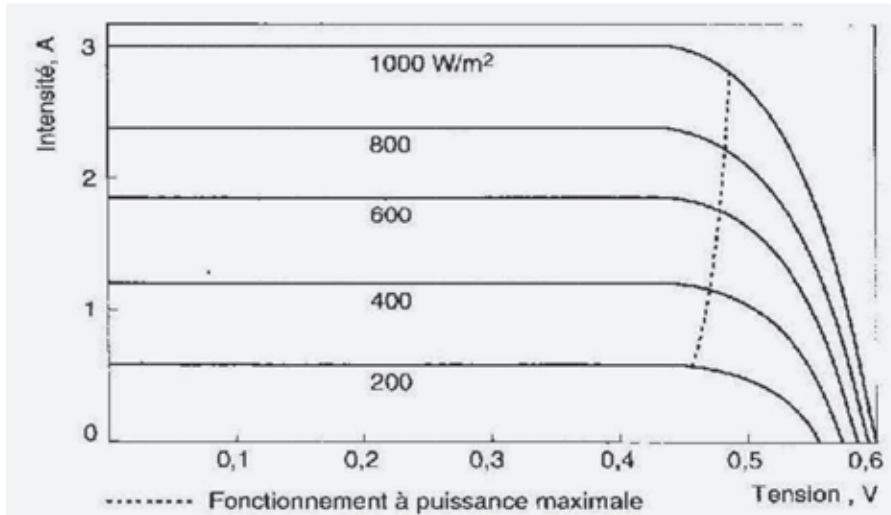
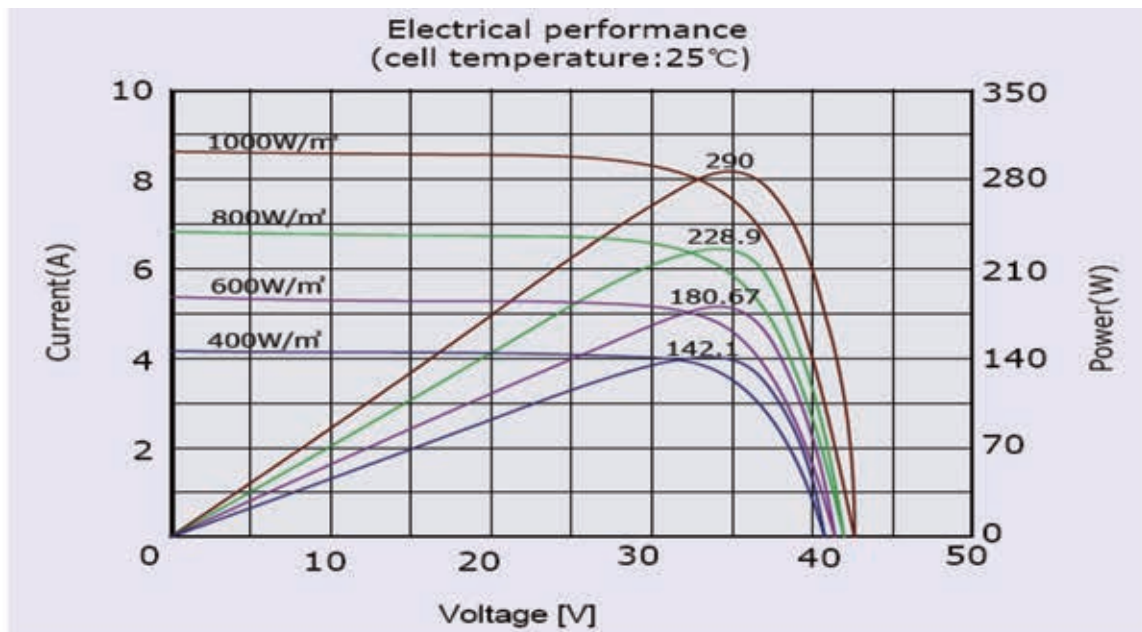

Figure 5. – Caractéristique d'une cellule photovoltaïque
Figure 7. – Caractéristique d'un panneau solaire donnée pour une température $T = 25^\circ C$
Sur la Figure 5 sont tracées les caractéristiques tension-intensité d'une cellule photovoltaïque obtenues pour diverses valeurs de puissance surfacique lumineuse reçue. La température de la cellule est maintenue à 25 °C.
29. Pour les caractéristiques de la Figure 5, préciser sur le symbole normalisé de la cellule (diode à jonction), les conventions d'orientation de l'intensité et de la tension.
30. Pour une puissance surfacique reçue du soleil de 1000 W.m^{-2} , déterminer, à partir de la Figure 5 :
32. Indiquer, en le justifiant, comment sont associées les cellules photovoltaïques dont les caractéristiques sont données en Figure 5 pour obtenir un panneau photovoltaïque dont la caractéristique est donnée en Figure 7. Faire un schéma de cette association.
39. Sur son toit, orienté au sud-est et incliné de 30° par rapport à l'horizontale, un particulier a installé dix panneaux photovoltaïques dont les caractéristiques ont été données à la Figure 7.